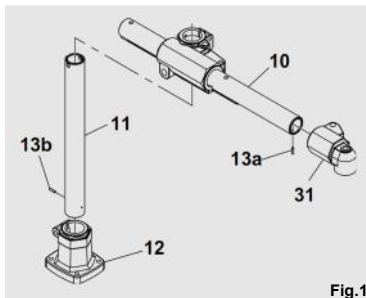
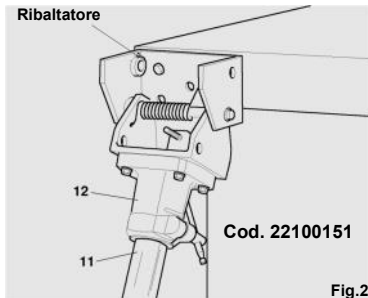

Fig.1
Fig.2
Nel caso in cui il supporto venisse montato su un eventuale "Ribaltatore" (vedi fig.2), il sistema di sicurezza **Elastic Pin System**, tramite la spina (13b) (vedi Fig.1) permette al tubo verticale (11) di non sfilarsi dalla base (12), anche se la maniglia non è stata bloccata.
Tale sistema di sicurezza vale anche per il tubo orizzontale (10) (vedi Fig.1), in quanto la spina (13a) permette alla pipa (31) di non sfilarsi dal tubo stesso.